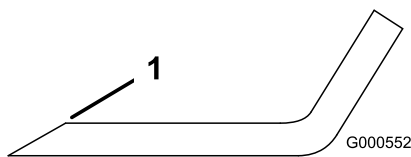
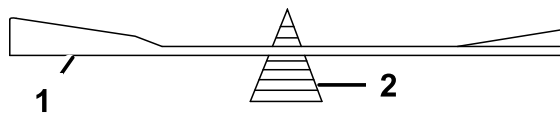

Figure 47
Figure 48
1. Au moyen d'une lime, aiguissez les tranchants aux deux extrémités de la lame (Figure 47). Veillez à conserver l'angle de coupe d'origine. Limez la même quantité de métal sur chacun des deux tranchants pour ne pas déséquilibrer la lame.
2. Vérifiez l'équilibre de la lame en la plaçant sur un équilibreur (Figure 48). Si la lame reste horizontale, elle est équilibrée et peut être utilisée. Si la lame est déséquilibrée, limez un peu l'extrémité de la partie relevée seulement (Figure 47). Répétez cette procédure jusqu'à ce que la lame soit équilibrée.